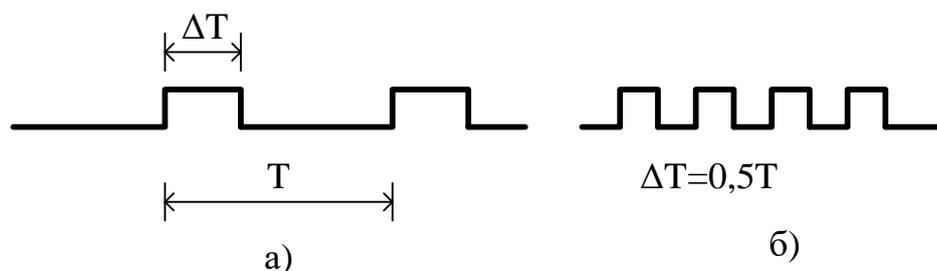

Рис. 2. Соотношение временных параметров последовательности импульсов: а - для функции PWM; б - для функции PTO
- 1) период следования импульсов T (рис. 2) - актуален для PTO и PWM;
- 2) длительность импульсов ΔT (рис. 2) - актуальна только для PWM;
Функция РТО позволяет организовать конечные последовательности импульсов с заданным периодом и половинным временем включения (относительная длительность импульсов составляет 50%, показано на рис. 2, б). При этом возможна реализация: